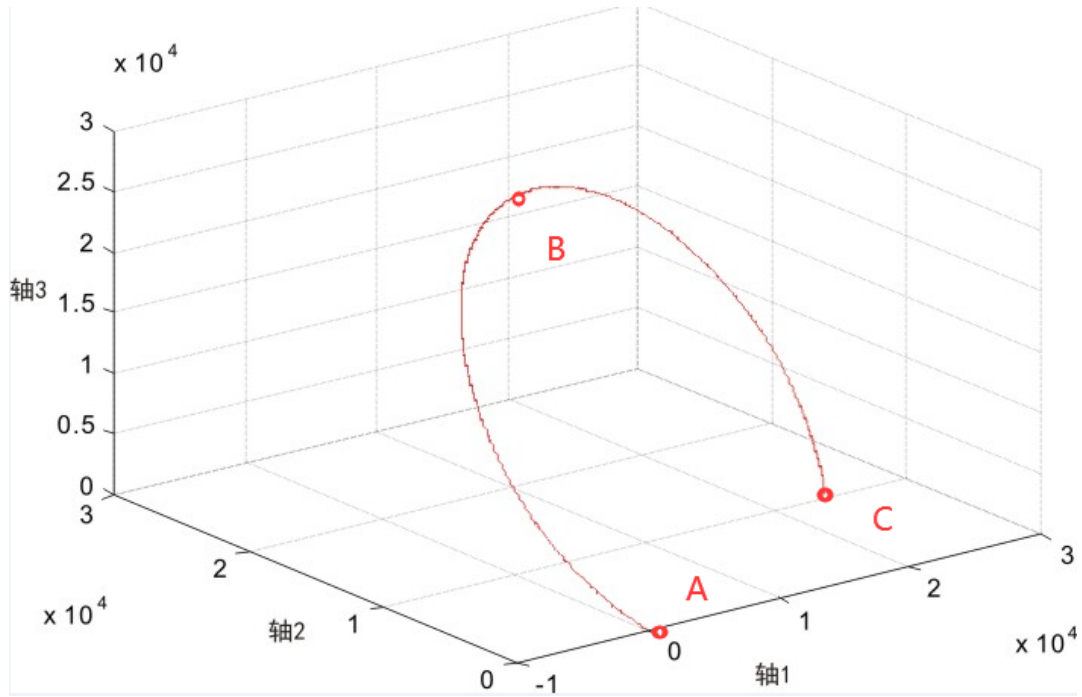

图 8.6 绝对位置模式空间三轴圆弧插补轨迹
- “Circle\_Mode”参数用来设置三轴圆弧的圆弧模式，默认模式为三点圆弧，对应参数值为 0，且仅支持这种圆弧模式，圆弧轨迹如图 8.6 所示，A 点为轴 0、1、2 的当前位置；B 点为圆弧经过的点，C 点为圆弧的终点。